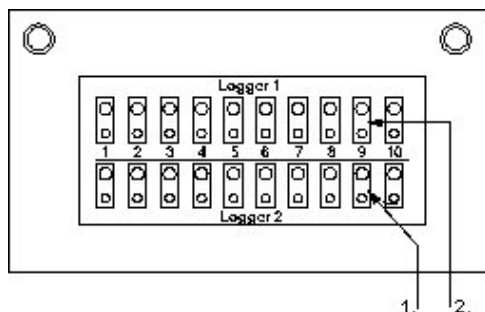

Figure 1 : vue arrière
*Si deux enregistreurs de données sont utilisés dans le bouclier thermique (c'est-à-dire dans le cadre d'un système à 16 ou 20 canaux), il est important de noter le numéro de série de l'enregistreur dénommé "Logger 1". Vous pourrez ainsi identifier correctement les thermocouples lors de l'analyse des informations (voir les figures 1 et 2 ci-dessous).*